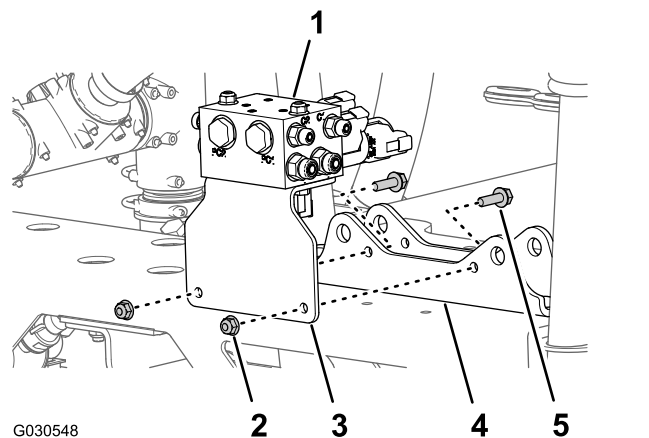

Bild 76
- Entfernen Sie die zwei Sicherungsbundmutter (5/16") und die zwei Bundkopfschrauben (5/16" x 1"), mit denen die Stützhalterung für den Auslegerhubverteiler an der Zylinderbefestigung befestigt ist, und nehmen Sie den Verteiler und die Halterung von der Maschine ab (Bild 76).